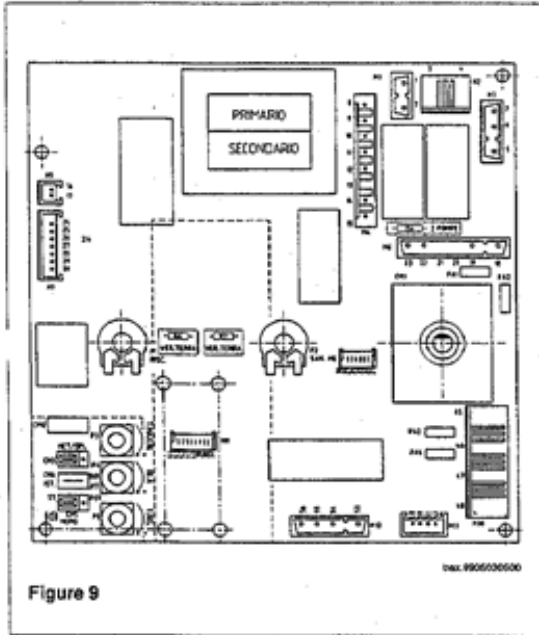
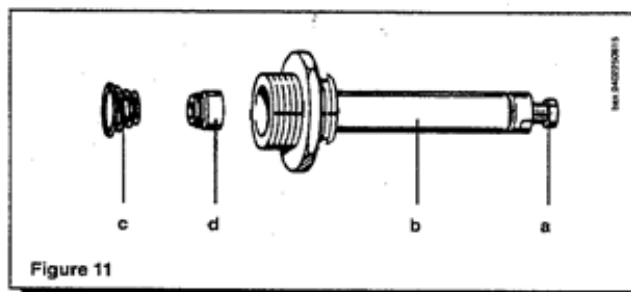

Figure 9
Figure 11
- connecter le moteur du programmeur au bornier M2 de la carte électronique principale (bornes 3 et 4 de la figure 9);
Pour utiliser ce composant, il est nécessaire de glisser, entre la carte de modulation (connecteur M8, figure 9) et le bornier du télécontrôle, une carte interface fournie elle aussi en tant qu'accessoire.
- * remplacer le ressort en ayant soin de le placer correctement (figure 11);
- * remonter le tube et effectuer le nouveau tarage de pression comme indiqué en (E).
- * positionner le pont du connecteur "changement de gaz", dans le secteur MET pour le gaz naturel ou dans le secteur GPL pour le gaz liquide (figure 9 de la page 11).
- * dévisser la vis noire (a, Figure 11) jusqu'à ce qu'on atteigne la valeur de pression correspondant à la puissance réduite (voir tableau 1 de la page 14);
- * sceller la vis noire (a, Figure 11).